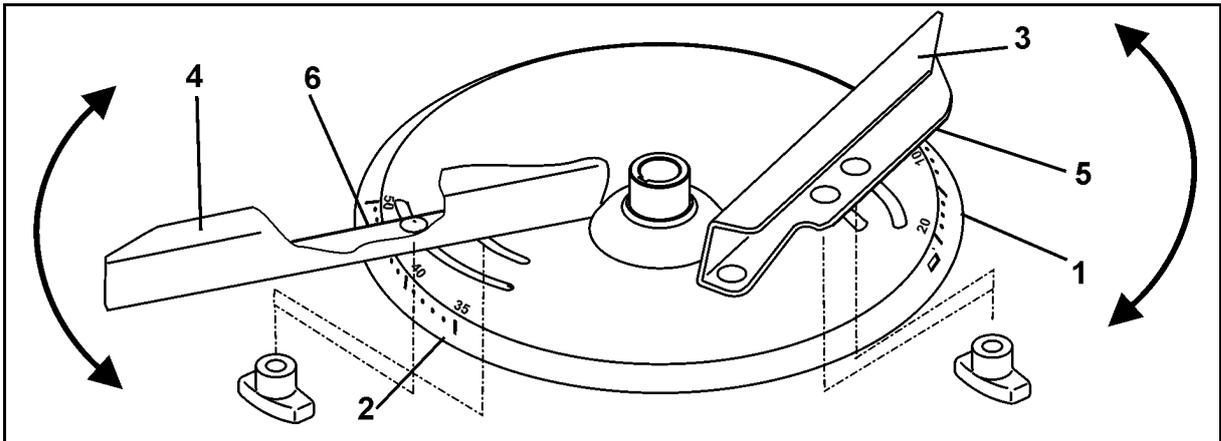

Fig. 61
Pour un réglage précis et sans outil de la position des aubes d'épandage, chaque disque d'épandage dispose de deux échelles graduées et bien distinctes (Fig. 61/1 et Fig. 61/2).
- L'échelle graduée (Fig. 61/1) dont les valeurs vont de 5 à 28 correspond à l'aube d'épandage la plus courte (Fig. 61/3) et l'échelle graduée (Fig. 61/2) dont les valeurs vont de 35 à 55 correspond à l'aube d'épandage la plus longue (Fig. 61/4).
- Relevez la valeur de réglage au niveau de l'arête de lecture (Fig. 61/5) pour l'aube d'épandage la plus courte (Fig. 61/3).
- Relevez la valeur de réglage au niveau de l'arête de lecture (Fig. 61/6) pour l'aube d'épandage la plus longue (Fig. 61/4).
- Le fait de faire pivoter les aubes d'épandage sur une valeur plus élevée de l'échelle graduée (Fig. 61/1 ou Fig. 61/2) entraîne une augmentation de la largeur de travail.